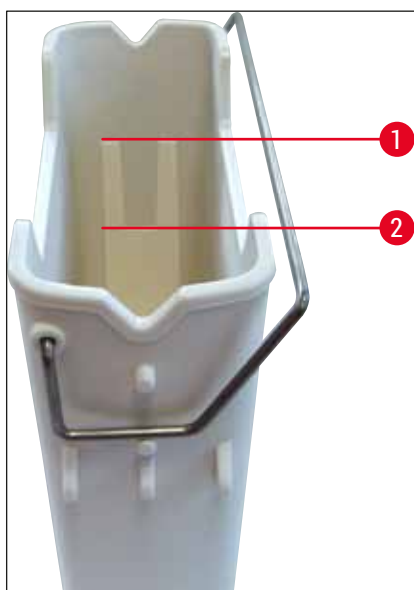
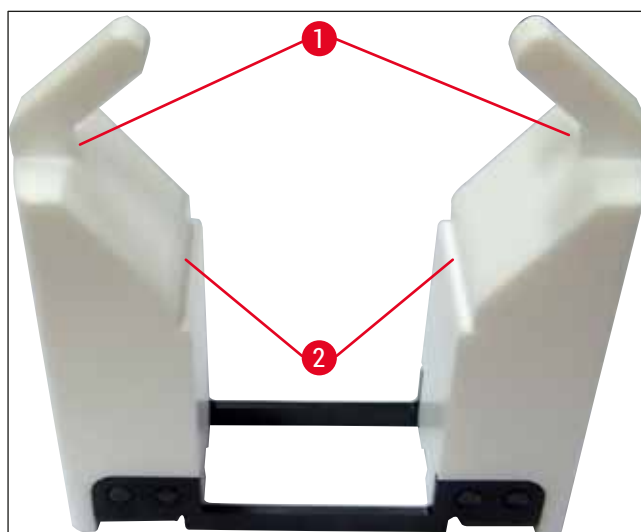

Fig. 66
Fig. 67
Compruebe que el asa de las cubetas de reactivo esté bien montada en las cubetas. Si no es así, apriete el asa como se muestra en (→ "Fig. 66").
- Al llenar cualquier tipo de cubeta de reactivo, tenga en cuenta las marcas de nivel de llenado del interior de las cubetas de reactivo (→ "Fig. 66") (→ "Fig. 67").
- Si se utilizan insertos para tintes especiales (→ "Fig. 67") en las cubetas de reactivo para reducir el volumen de reactivos, introdúzcalos primero en la cubeta de reactivo y luego llene el reactivo al menos hasta el nivel de llenado mínimo indicado (→ "Fig. 67-2"), pero no por encima del nivel máximo de llenado (→ "Fig. 67-1").